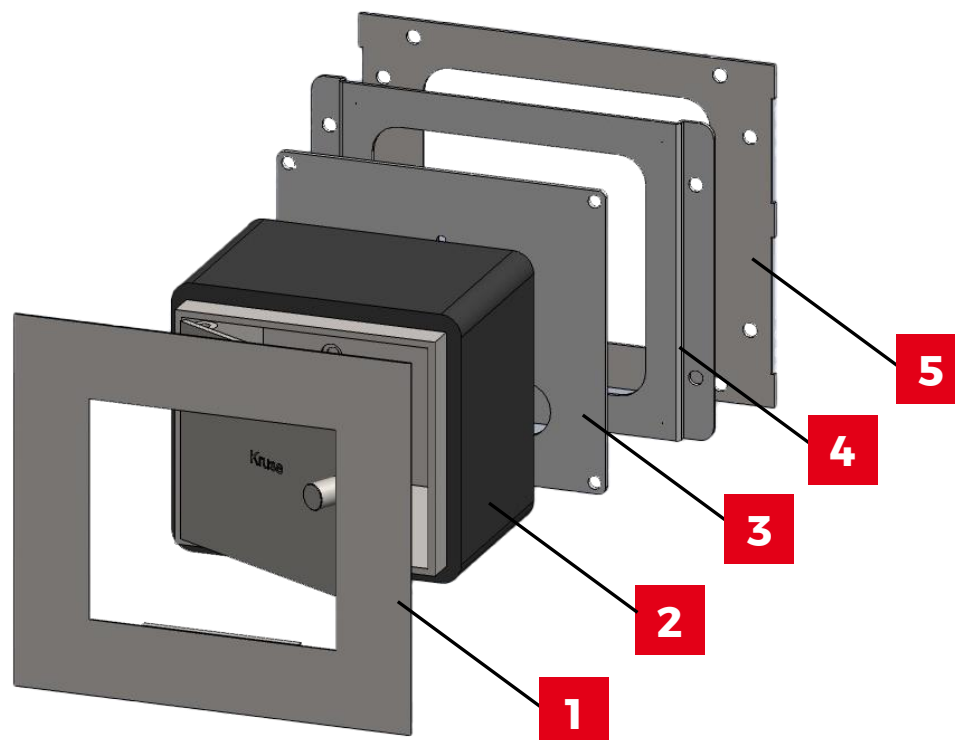

Abbildung 10: Kruse basic Übersicht
2. Den FSD Kruse basic [6] mit dem Montageflansch [3] Abb. 10 auf die Gewindebolzen der Adapterplatte aufsetzen.